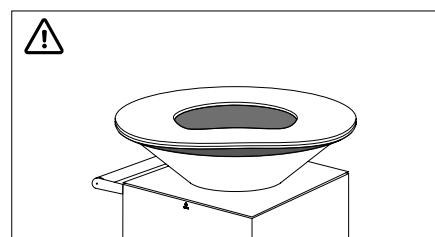

Fig. 1 - Plaque de cuisson déformée en raison d'une trop grande quantité de bois tropical utilisée à la fois
- Faites très attention si vous utilisez du bois tropical, car il peut dégager énormément de chaleur. Si vous en utilisez de trop, la plaque peut se déformer (voir Figure 1).